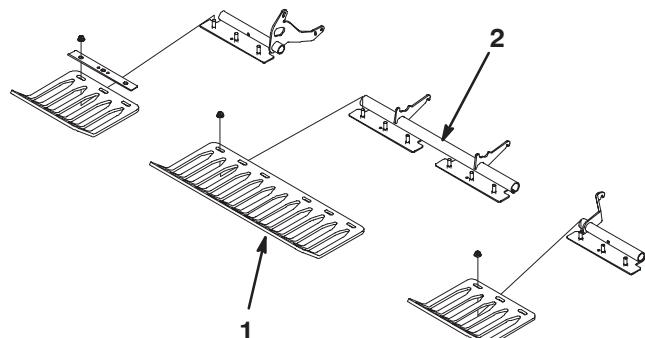

Bild 24
3. Befestigen Sie die Rasenschutzvorrichtungen mit vier Rasenschutzvorrichtungsklemmen und 12 Bundmuttern lose an den Halterungen der Rasenschutzvorrichtung (Bild 24). Ziehen Sie die Bolzen nicht fest.
Hinweis: Die Klemmen der Rasenschutzvorrichtung und die Bundmuttern sind beim Versand an den Halterungen der Rasenschutzvorrichtung befestigt (Bild 24).